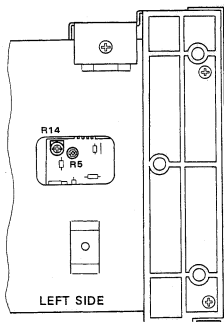

Fig. 4-11
8. Set the Pitch Control to its center position, play the middle portion of the test tape and adjust semi-fixed resistor R14 on the Pitch Control Switch Assembly (Fig. 4-11) until the frequency counter reads  $3000 \text{ Hz} \pm 5 \text{ Hz}$ .
11. Play the test tape and adjust semi-fixed resistor R5 on the Pitch Control Switch Assembly (Fig. 4-11), until the counter reads  $3000 \text{ Hz} \pm 5 \text{ Hz}$ .
8. ピッチ・コントロールをセンターに合わせ、テスト・テープの中間部を再生し、周波数カウンタが  $3000\text{Hz} \pm 5\text{Hz}$  を示すようにピッチ・コントロール・スイッチ PCBの半固定抵抗 R14 (図4-11) を回して調整する。
11. テスト・テープを再生し、周波数カウンタが  $3000\text{Hz} \pm 5\text{Hz}$  を示す様にピッチ・コントロール・スイッチ PCBの半固定抵抗 R5 (図4-11) を回して調整する。